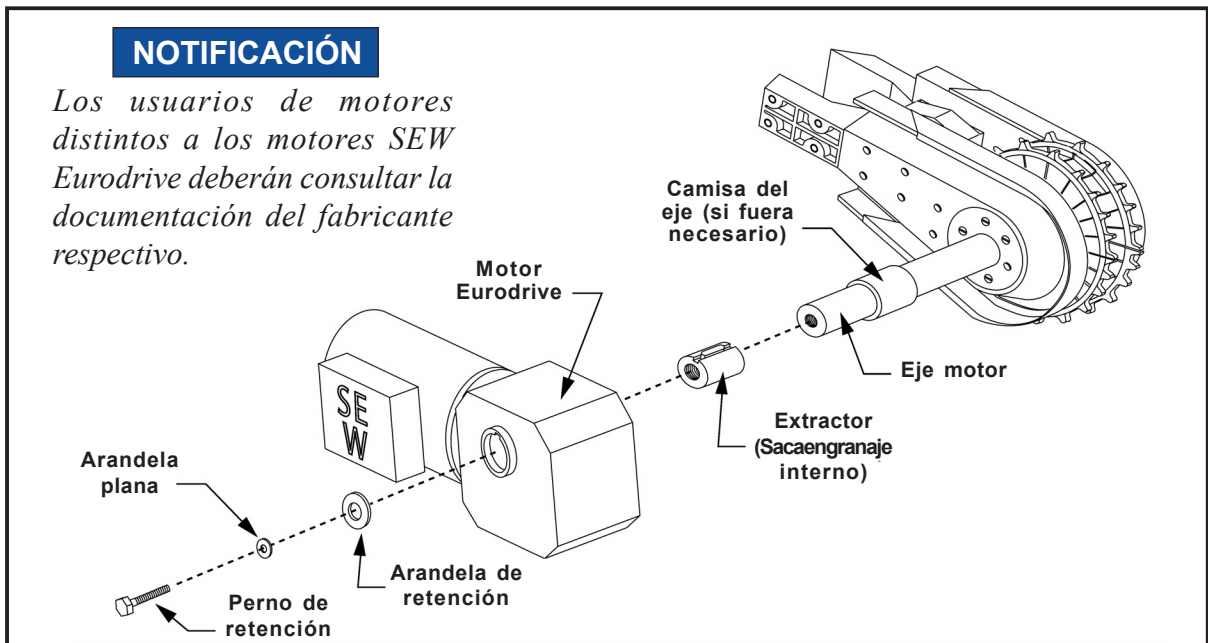

Figura 34: Montaje del motor SEW Eurodrive
- Monte los componentes según se indica a continuación; consulte a tal efecto la vista de la *Figura 34*.